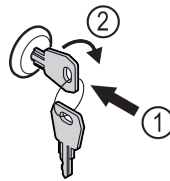

Fig. 184
- ▶ Schlüssel hineindrücken. Fig. 184 (1)
- ▶ Schlüssel um 90° im Uhrzeigersinn drehen. Fig. 184 (2)